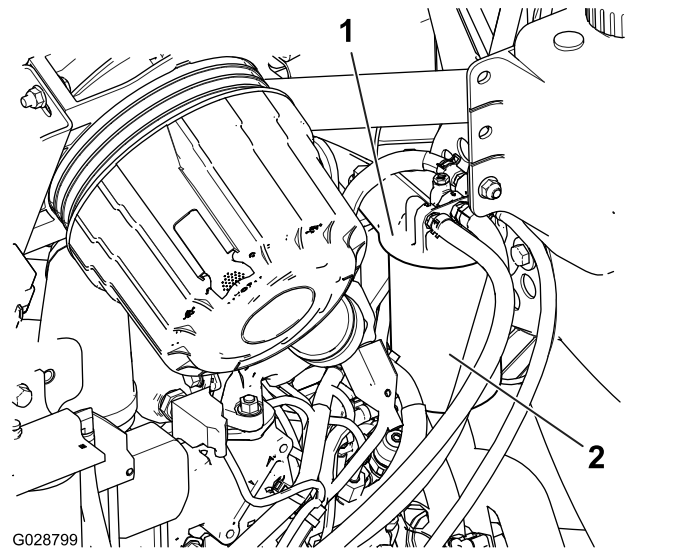

Bild 90
1. Reinigen Sie den Bereich um den Kraftstofffilterkopf (**Bild 90**).
2. Entfernen Sie den Filter und reinigen die Kontaktfläche (**Bild 90**).